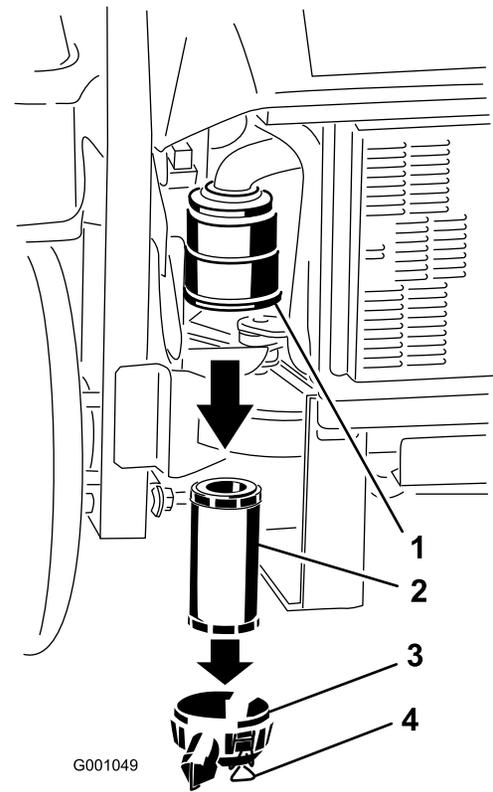

Figura 54
3. Abra los cierres del limpiador de aire y tire de la tapa de la entrada de aire para separarla del cuerpo del limpiador de aire (Figura 54).
5. Extraiga con cuidado el filtro del cuerpo del limpiador de aire (Figura 54).